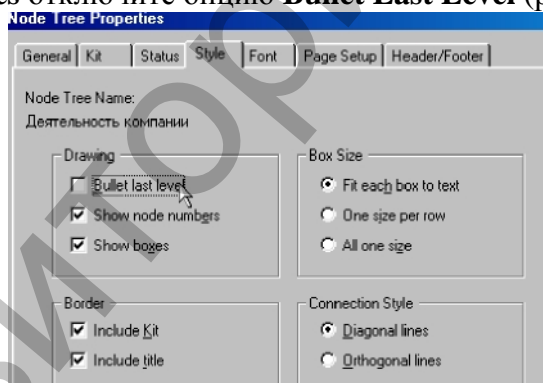

Рис. 5. Отключение опции **Bullet Last Level**
5. Диаграмму дерева узлов можно модифицировать. Нижний уровень может быть отображен не в виде списка, а в виде прямоугольников, так же, как и верхние уровни. Для модификации диаграммы правой кнопкой мыши щелкните по свободному месту, не занятому объектами, выберите меню **Node tree Diagram Properties** и во вкладке **Style** диалога **Node Tree Properties** отключите опцию **Bullet Last Level** (рис. 5).